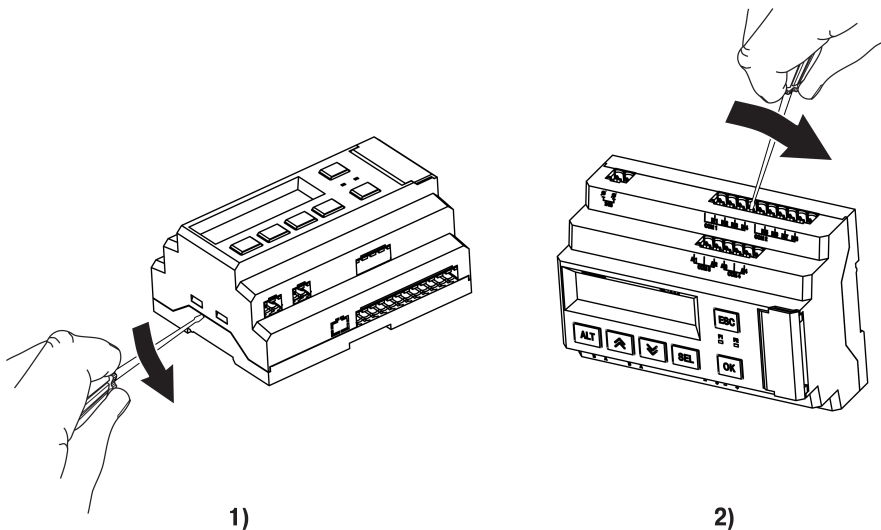

Рисунок 8.1 – Схема розбирання ПР200. Зняття верхньої кришки
2. Зняти верхню кришку. Для цього викруткою вивести із зачеплення засувки основи з отворів у торцевих поверхнях кришки (див. рисунок 8.1, 1). Підійняти кришку над основою.
3. Викруткою відігнути кришку від рознімачів на середньому рівні з двох боків (див. рисунок 8.1, 2). Зусилля слід прикладати біля нижніх рознімачів.